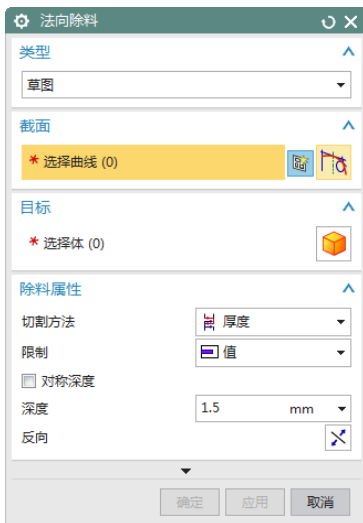

图 7-101 “法向除料”对话框
(1) 选择“菜单(M)”→“插入(S)”→“切割(T)”→“法向除料(N)”，或者单击“主页”选项卡“特征”面组上的“法向除料”按钮 ，打开如图 7-101 所示“法向除料”对话框。设置“切割方法”为“厚度”，“限制”为值，输入“深度”为 1.5